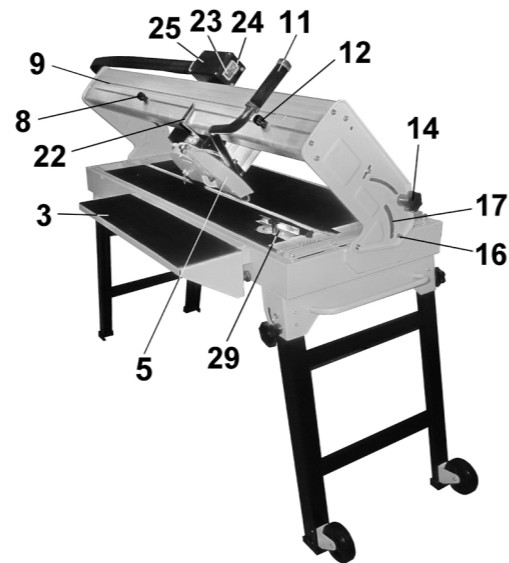

Рис. 8
9.2.3. На направляющей (9) установите и закрепите ограничители (9 и 12), Рис. 8.